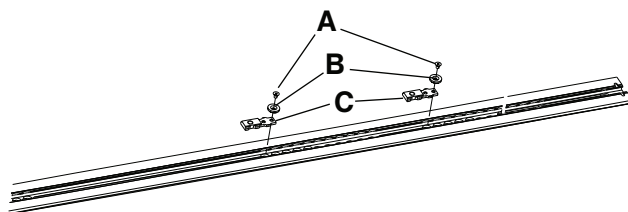

図 1 - フロアプレート装着ブラケットの固定
2. ノブとブラケットのキット (6390-041-000) の場合は、5/32インチ六角レンチを使用して、サブアンカー取り付けブラケット (6390-001-110) (B) に1本の皿ネジ (0001-194-000) (A) を取り付け、フロアプレート取り付けブラケット (6390-101-108) (C) を固定します (図 1) 。